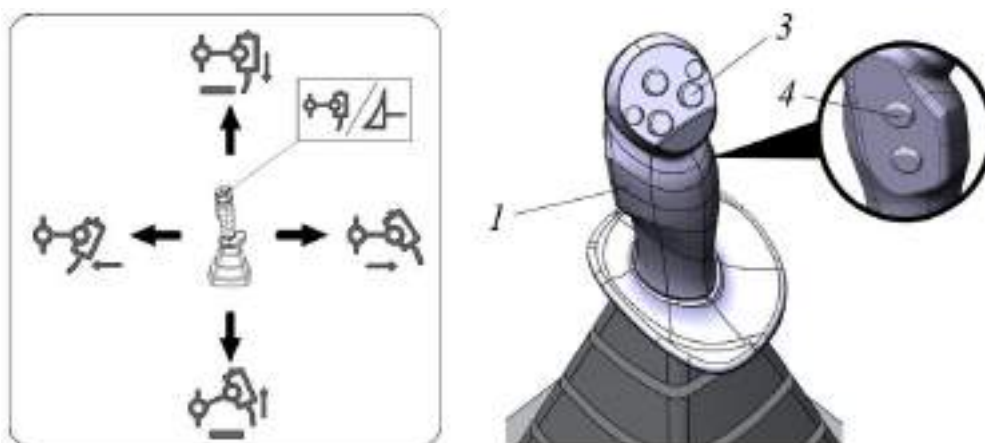
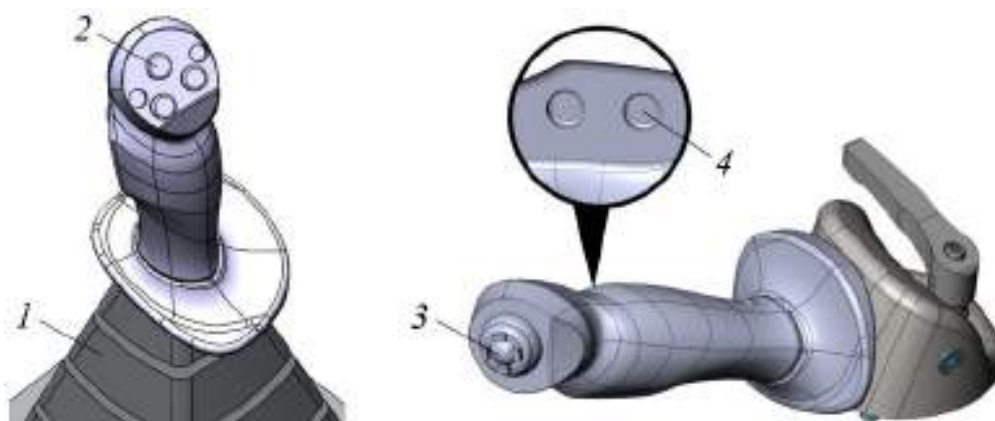

Рисунок 3.93. Схема управления рыхлителем с основного джойстика
Рисунок 3.96. Основной и дополнительный джойстики управления оборудованием
Управление заднем навесным оборудованием (рыхлительным) – может осуществляться с основного или дополнительного джойстиков. Для управления рыхлителем с основного джойстика необходимо перейти в режим «Рыхлитель». Смена режима осуществляется кнопкой 3 на рукояти джойстика 1, рис. 3.93. По нажатию кнопки 3 на панели приборов загорится световой индикатор, информирующий режим «Рыхлитель» активирован. При активированном режиме «Рыхлитель» дополнительный джойстик не действует.
Отклонение джойстика вперед соответствует опусканию рыхлителя, отклонение джойстика назад – подъему рыхлителя. Отклонение джойстика влево соответствует наклону ножа рыхлителя к машине, отклонение джойстика вправо – отклонение ножа рыхлителя от машины. Схема управления навесным оборудованием представлена на рис. 3.93. При нажатии кнопки 4 на тыльной стороне джойстика, рыхлитель автоматически поднимается (опция).
Переход в режим смены высоты ножа осуществляется нажатием верхней кнопки 2 основного джойстика навесного оборудования в режиме управления задним оборудованием «Рыхлитель», либо нажатием правой кнопки 4 дополнительного джойстика в режиме «Отвал» (рис. 3.96). Для того, чтобы задвинуть фиксирующий палец в цилиндр механизма смены высоты ножа необходимо:
Нажать и удерживать кнопку 2 или 4, затем рукоять джойстика 1 или «Стик» 3 переместить до упора влево (рис. 3.96).
- Удерживая кнопку 2 или 4 (рис. 3.96) в нажатом положении рукоятью джойстика 1 или мини джойстиком 3 (рис. 3.96) выставить положение ножа 4 относительно гнезда 1 (рис. 3.97, также дополнительно см. схемы управления рыхлителем рис. 3.93 и 3.94) так, чтобы метка на ноже 2 была чуть выше торцевой поверхности гнезда 1, как показано на рис. 3.97. Отпустить кнопку 2 или 4 (рис. 3.96).